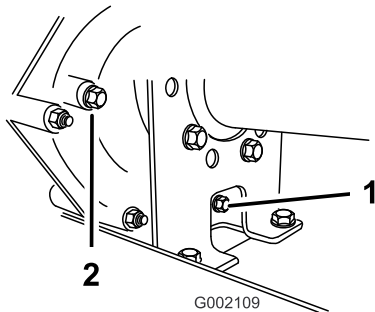
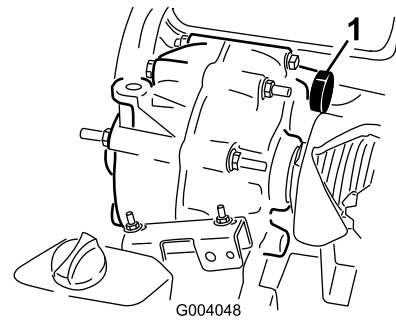

Figura 59
Figura 60
2. Limpie la zona alrededor de los tapones de vaciado y llenado con un trapo (Figura 59).
4. Retire el indicador girándolo en sentido antihorario (Figura 59).
5. Retire el indicador girándolo en sentido antihorario (Figura 59).
6. Instale y apriete el tapón de vaciado y la junta en el orificio de llenado de la transmisión (Figura 59).
7. Llene el depósito (Figura 60) a través del orificio de llenado con aproximadamente 1,4 L del fluido especificado, o hasta que el nivel de fluido de la transmisión esté enrasado con el borde inferior de la rosca. (Figura 59).
8. Instale y apriete el tapón y la junta en el orificio de llenado de la transmisión (Figura 59).
10. Compruebe el nivel de fluido y añada más si el nivel de fluido está por debajo de las roscas del orificio de llenado (Figura 59).